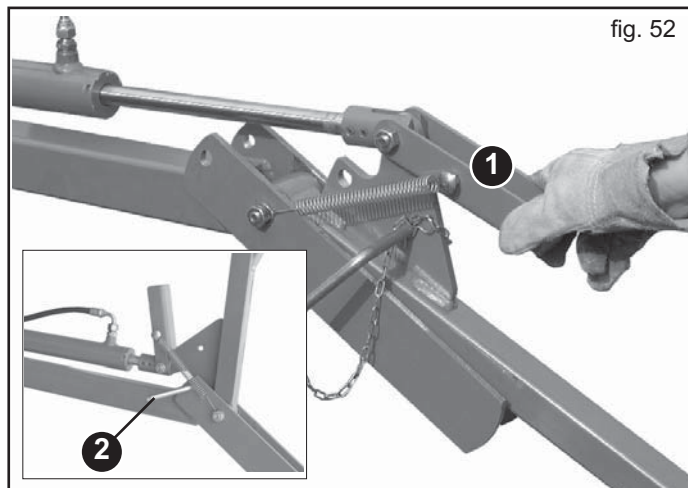

fig. 52
- 2) Den Feststellbügel anheben (1, Abb. 52).
- 3) Die öldynamische Anlage einschalten, um die Saatgutabdeckegge komplett in die Transportstellung hochzufahren. Die Egge darauf mit den Sicherheitsriegeln (2, Abb. 52) blockieren und die Sicherheitsriegel mit den speziellen Splints absichern.